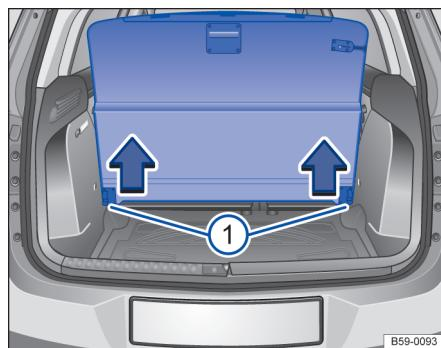

图 90 取出行李厢地板
抬起行李厢地板并沿箭头方向将其从侧面销轴⇒图 90①上取下。并放置在地板垫上。
必要时还可以从汽车中取出应急车轮以及泡沫托架以扩大行李厢空间⇒图 90。